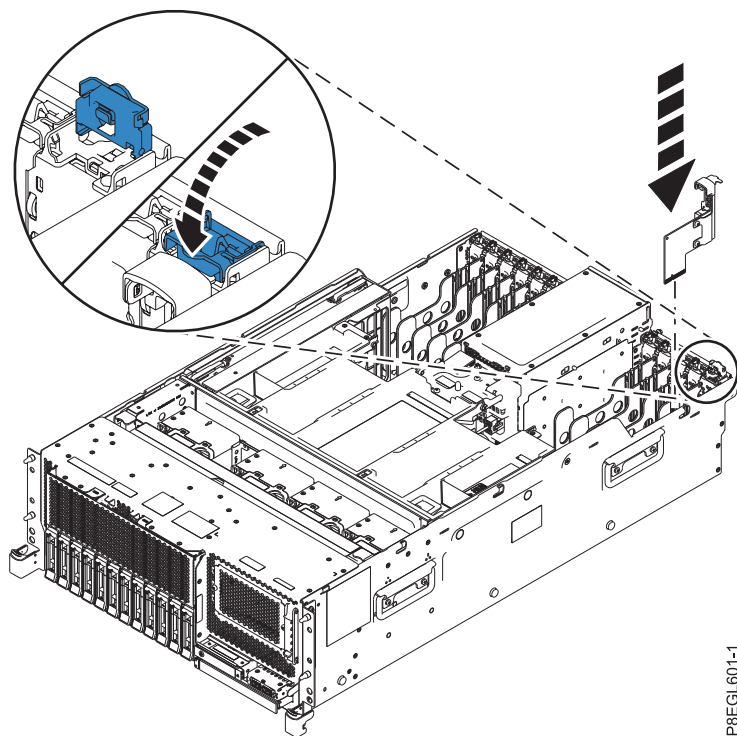
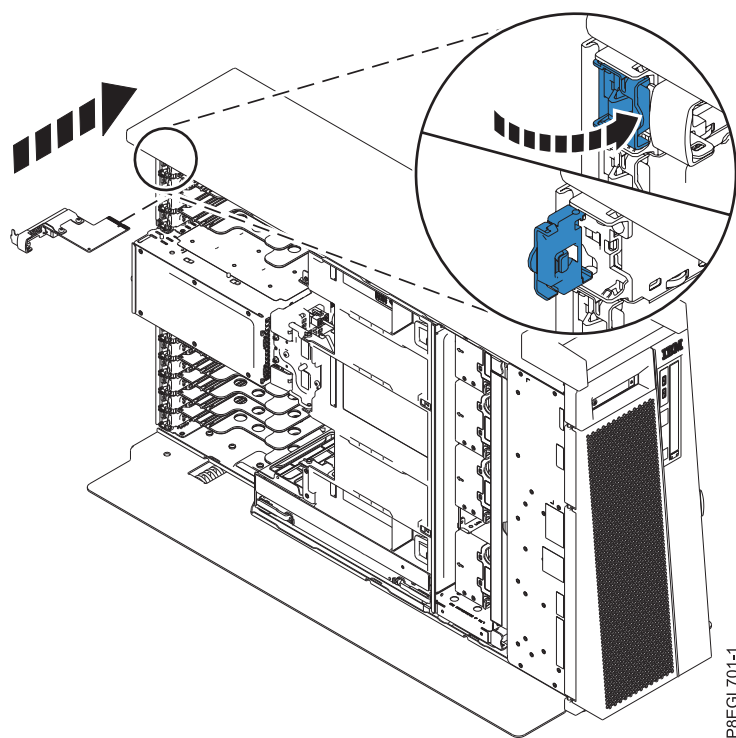

Figura 3. Substituir a placa de E/S do sistema num sistema montado em bastidor
Figura 4. Substituir a placa de E/S do sistema num sistema autónomo
2. Com o trinco de bloqueio azul na posição aberta, alinhe a placa de E/S do sistema com as calhas de guia no sistema e deslize a placa directamente na ranhura da placa, conforme demonstrado na Figura 3 e Figura 4 na página 7.
3. Rode o trinco de bloqueio azul na direcção demonstrada em Figura 3 e Figura 4 na página 7 para bloquear a placa de E/S do sistema na posição.